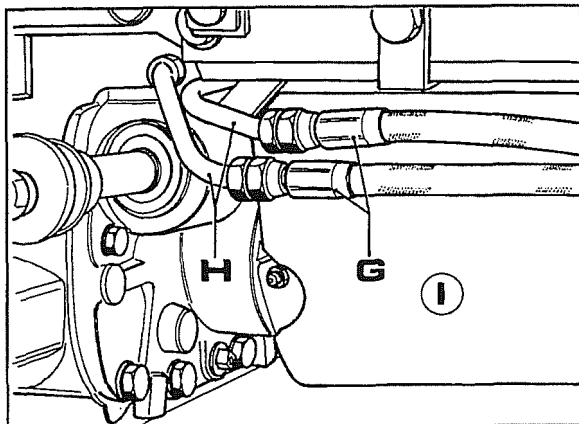

Fig. 75
7. Scollegare i due tubi **G** fig. 75. Porre due tappi alle estremità dei tubi **H** onde evitare fuoriuscite di olio ogni qualvolta vengono girate le ruote anteriori.